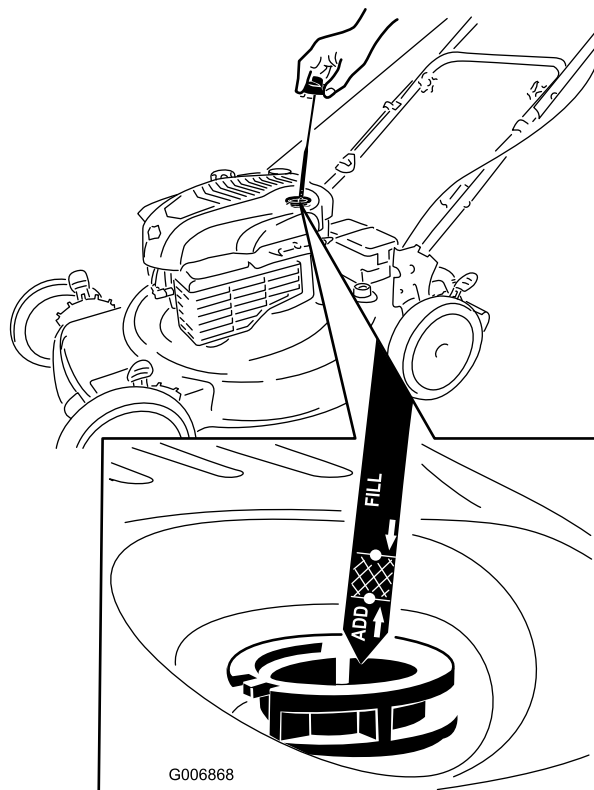

Figura 6
1. Retire la varilla (Figura 6).
2. Vierta **lentamente** aceite en el tubo de llenado hasta que el nivel llegue a la marca **Full** (lleno) de la varilla (Figura 6). **No llene demasiado.** (Capacidad máxima: 0,59 l, tipo: SAE 30, aceite detergente con